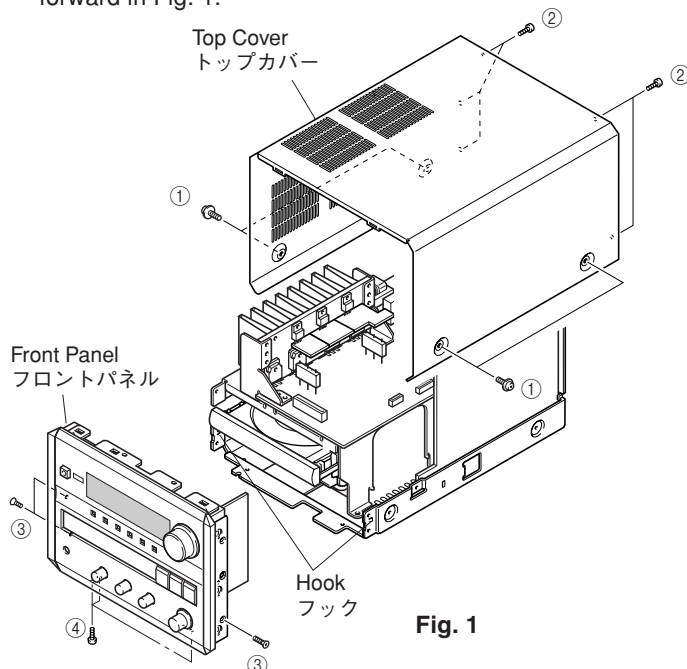

Fig. 1
- Remove 4 screws (①) and 5 screws (②) in Fig. 1.
- Remove 3 screws (③) and 3 screws (④) in Fig. 1.
- Detouch the 2 hooks and then pull the Front Panel Unit forward in Fig. 1.
- ①のネジ4本、②のネジ5本を外します。(図1)
- ③のネジ3本、④のネジ3本を外します。(図1)
- パネル両サイドのフックを外して、フロントパネルユニットを前方に引き出します。(図1)